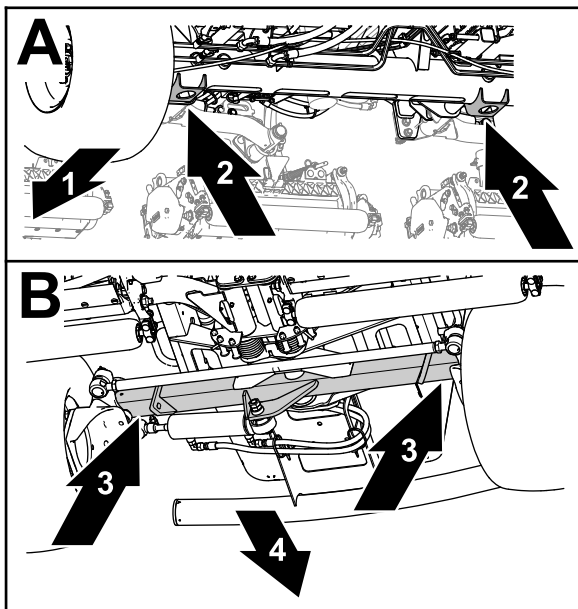

Figura 103
- Faă - suporturile pentru cric ale tubului osiei față (Figura 103).